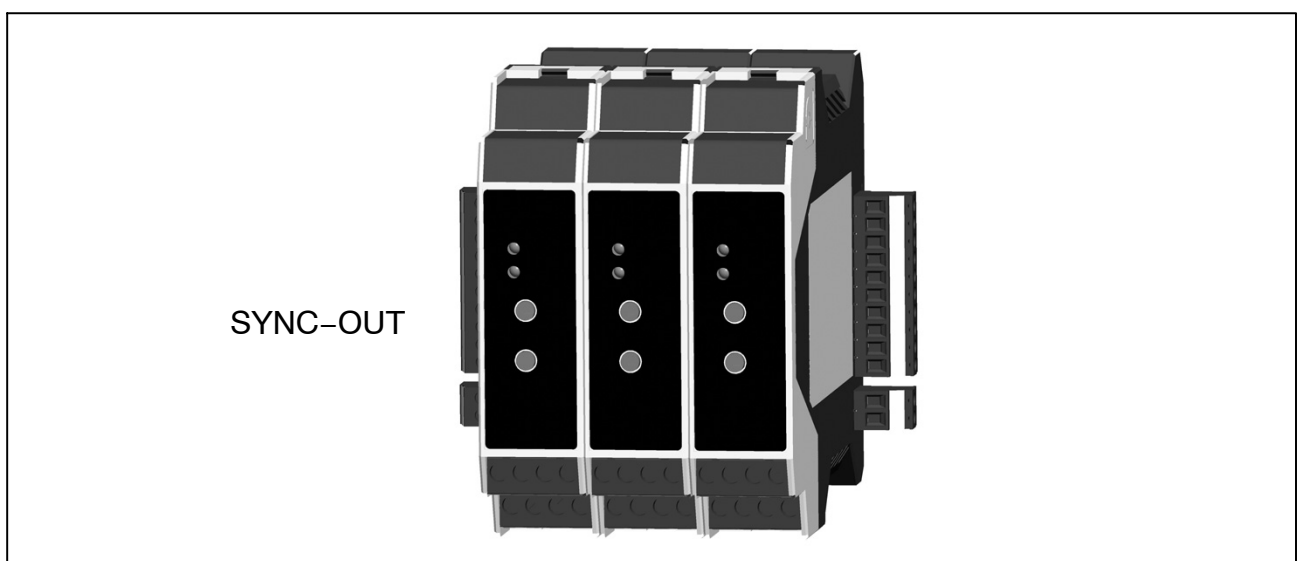
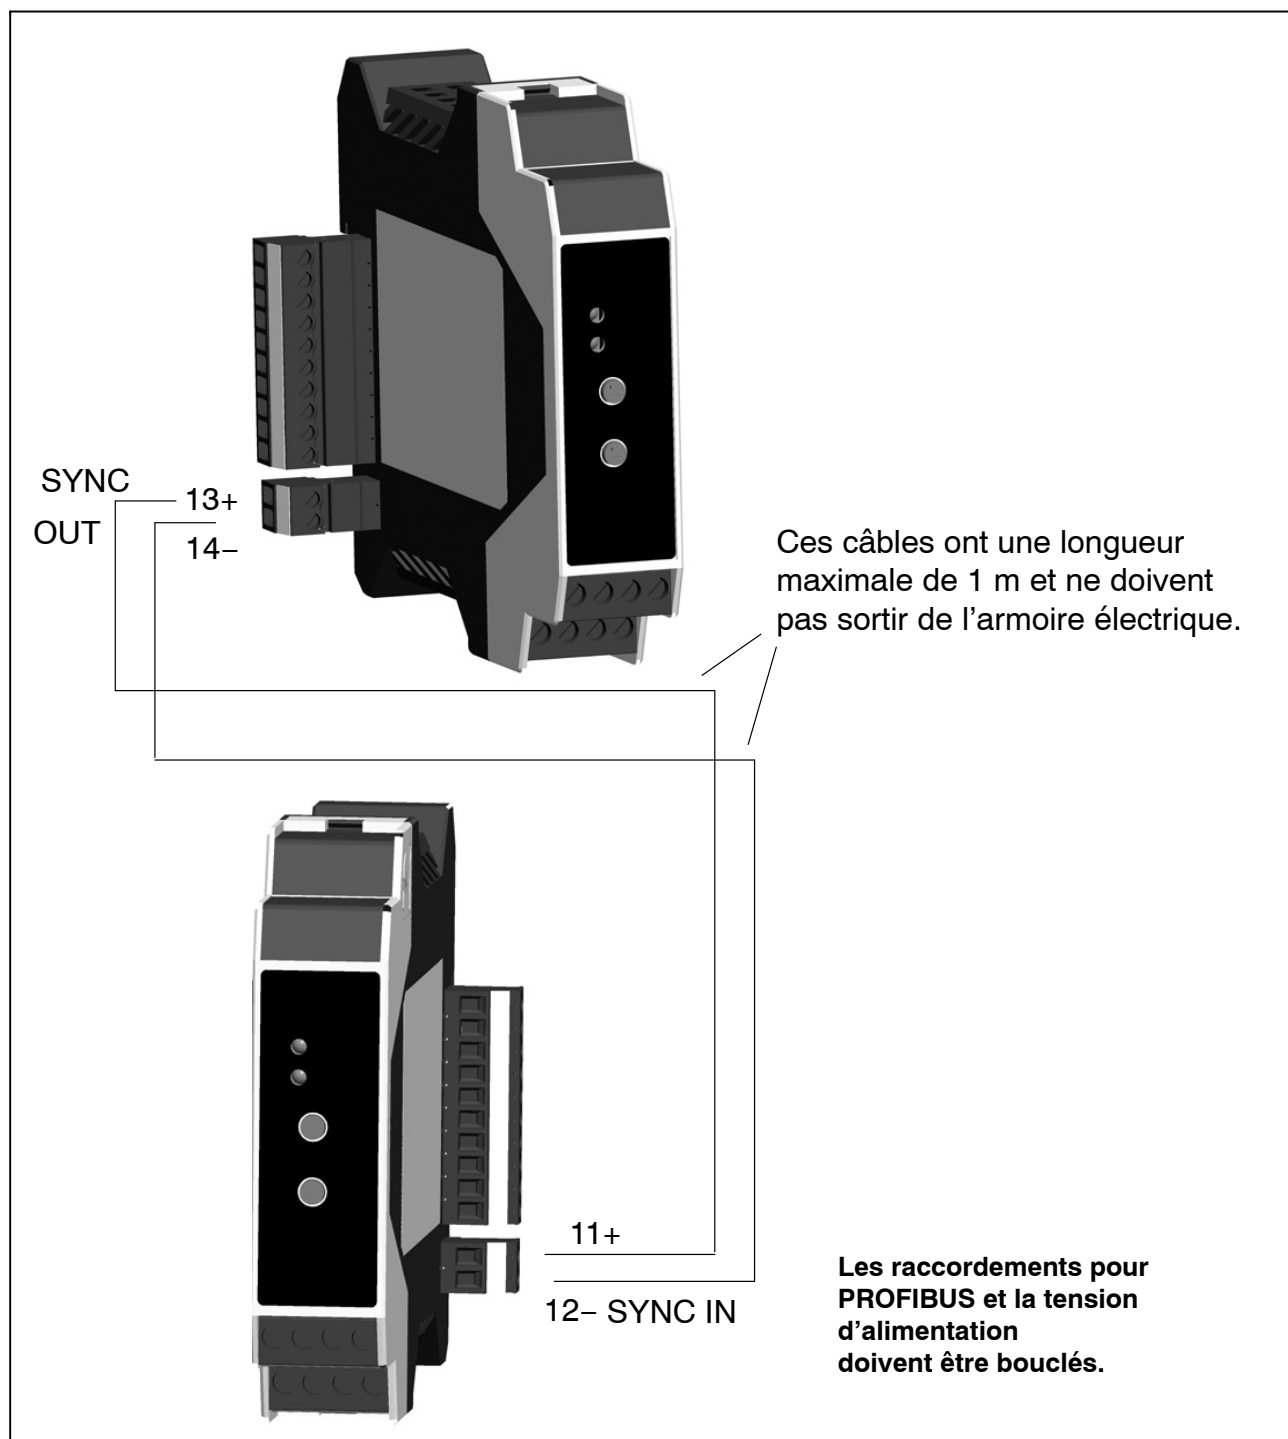

Fig. 3.4: montage de modules juxtaposés
Fig. 4.5: Montage sur plusieurs niveaux (ici: DF30DP)
- lors d'un montage sur plusieurs niveaux: brancher le connecteur SYNC-OUT sur le module 3 (voir Fig. 3.4 et Fig. 4.5), puis le raccorder à SYNC-IN du premier module du niveau suivant.
Lors d'une répartition des modules sur plusieurs rails, il convient d'utiliser les connecteurs de synchronisation bipolaires (1-digiCLIP-ST) (cf. Fig. 4.5).